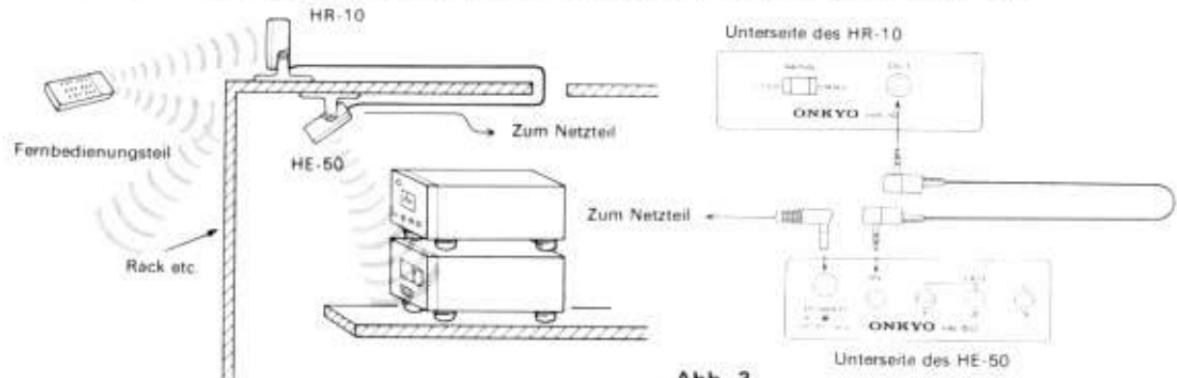

Abb. 3
- Zur Steuerung von Racks aufgestellten Bausteinen im Hauptanlagenraum, die nicht von Infrarotstrahlen erreicht werden, diese wie in Abb. 3 gezeigt anschließen. Wenn sie auf Infrarotsteuerung ausgelegt sind, können auch andere als ONKYO-Produkte gesteuert werden, aber in diesem Fall nicht von einem anderen Raum aus.
- Die Fernbedienung vom Hauptraum aus ist genau gleich mit der für herkömmlichen Betrieb. Wenn Bausteine angeschlossen sind, wie in Abb. 3 gezeigt, können Sie nur im Hauptanlagenraum betrieben werden.